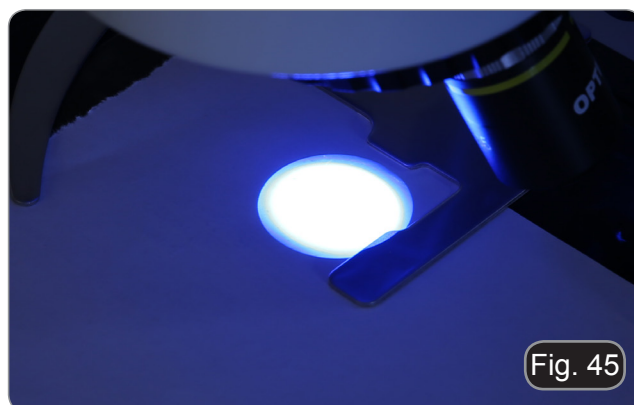

Fig. 45
7. Utiliser la vis de mise au point du collecteur ② pour agrandir l'image jusqu'à obtenir un éclairage homogène. (Fig. 45). Insérer un objectif dans le parcours optique et, regarder dans les oculaires pour améliorer l'éclairage en utilisant toujours les vis ② et ③.